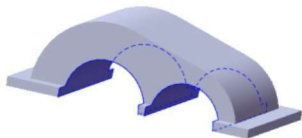
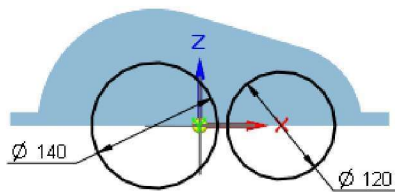

图 1.6 除料特征 1
图 1.7 截面草图
Step4. 创建图 1.6 所示的除料特征 1。在 **实体** 区域中单击 按钮，选取前视图（XZ）平面作为草图平面，绘制图 1.7 所示的截面草图；绘制完成后，单击 按钮，选择命令条中的“贯通”按钮 ，调整除料方向为两侧除料，单击 **完成** 按钮，单击 **取消** 按钮，完成除料特征 1 的创建。